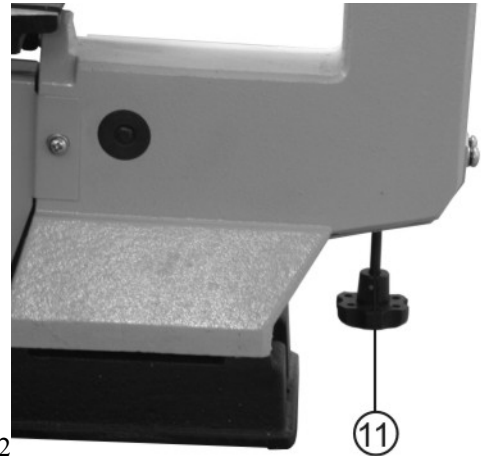

Рис.2
- 9.1. Ослабьте натяжение пыльного полотна поворотом винта регулировки натяжения пыльного полотна (11) на два оборота против часовой стрелки, Рис.2.
9.7. Когда пыльное полотно вставлено в держатели, его надо правильно натянуть. Для этого повернуть винт регулировки натяжения пыльного полотна (11), Рис.2, по часовой стрелке, пока не почувствуете, что прогиб пыльного полотна устранен. Проверьте еще раз, чтобы убедиться, что штифты пыльного полотна установлены правильно сверху и снизу в держателях пыльного полотна.